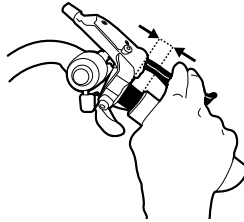

Abb. 11. Abstand zwischen Bremshebel und Lenkergriff
2. Stellen Sie den Abstand des Bremshebels zum Lenkergriff ein, um den Bremshebel leicht mit zwei Fingern erreichen zu können (*siehe Abb. 11*).